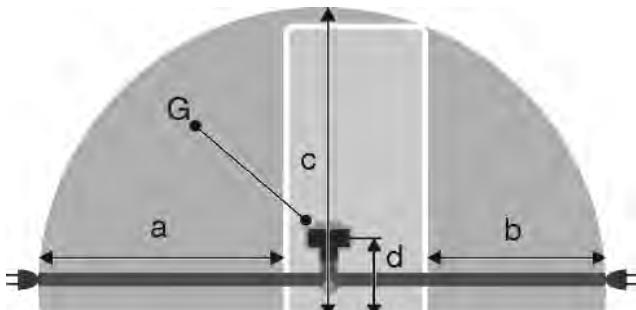

Fig. 41
- Розетка находится вне зоны задней стенки устройства в данной зоне. *Fig. 41 (a, b, c)*
- Штекер устройства *Fig. 41 (G)* подсоедините с задней стороны устройства. Следите за правильной фиксацией.